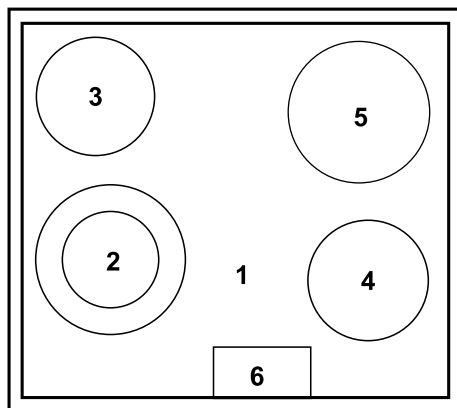

Рис. 1
1. Стеклокерамическая варочная поверхность (Рис. 1).